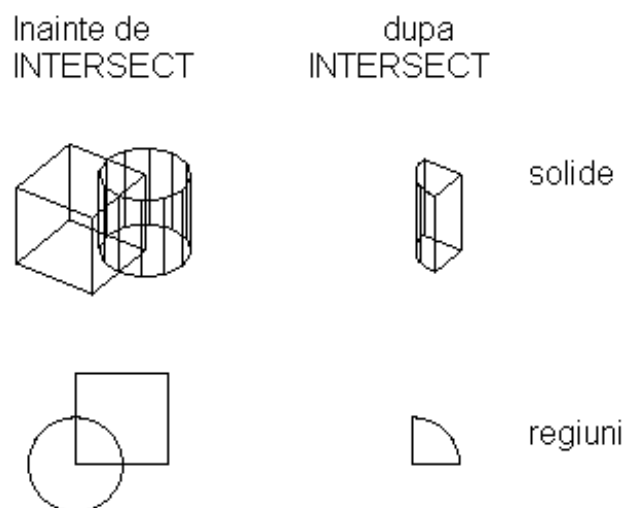

Fig. 2.28 (ref Autodesk Inc.Documentație)
4.6 *SOLIDE CA INTERSECȚII DE SOLIDE* (Fig. 2.28). Comanda echivalentă: